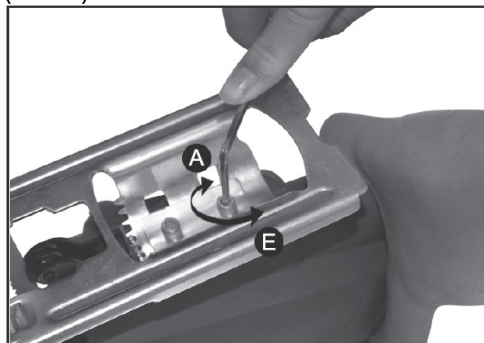

Рисунок 4
- Ослабьте винты фиксации основания по направлению E (Рис.4).
- Зафиксируйте наклонное положение винтом по направлению A (Рис.4).